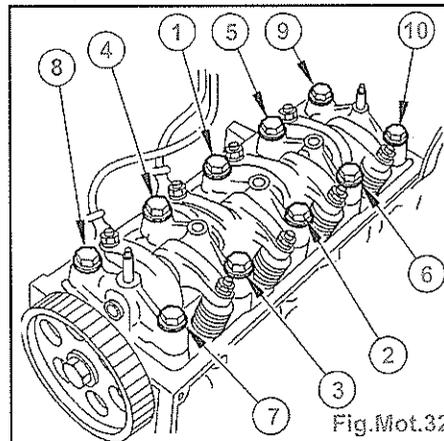

Fig.Mot.32
- la rampe de culbuteurs (6),
- les vis de culasse (5) (enduire de graisse **MOLYKOTE G.RAPIDE PLUS**).
- Serrer les vis de culasse dans l'ordre indiqué à 2 daN.m + 240° (Fig.Mot.32).